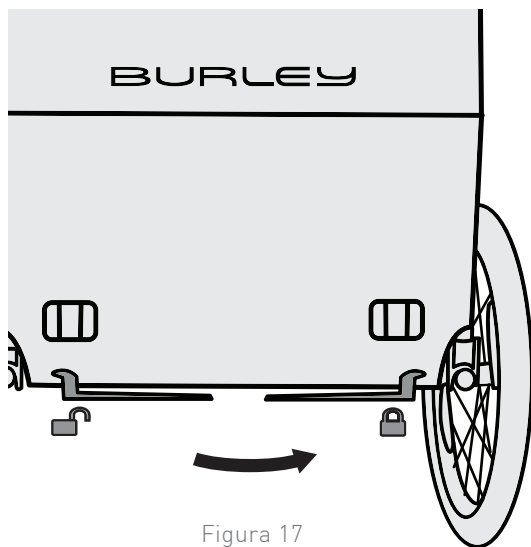

Figura 17
1. Deslice la palanca a la derecha (Figura 17). Para soltar el freno, deslice la palanca a la izquierda.